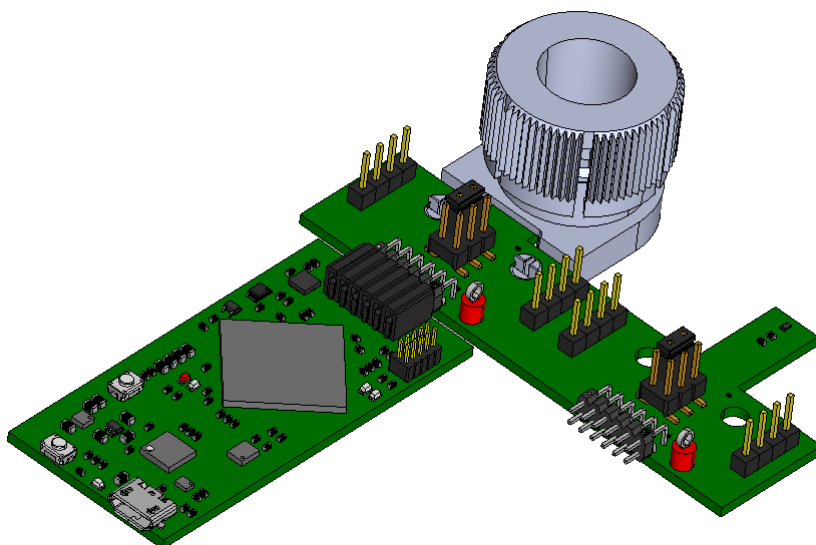

图 3-12. EVM 上的旋推模块
- b. 将旋推模块连接到 EVM (参见图 3-12)。有关如何使用这些模块的更多详细信息，请参阅节 3.2.2。
1. 将旋推模块连接到 EVM (请参阅图 3-12 展示的示例，了解如何将此模块连接到 EVM 的 A1 部分)。